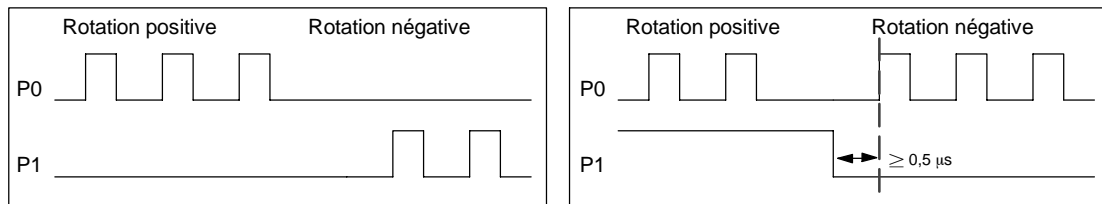

Figure 9-11 Options de rotation pour la polarité positive
- Sélectionnez la polarité des sorties et la méthode de commande directionnelle via l'onglet Sorties d'impulsion et de sens. Les figures 9-11 et 9-12 montrent les effets des choix pour la polarité et la méthode de commande directionnelle.